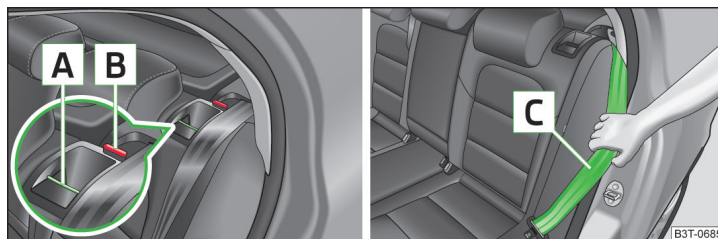

Fig. 77 Respaldo de los asientos desbloqueado / tirar el cinturón de seguridad hacia el revestimiento lateral
- Pulsar el tirador de desbloqueo **A** » fig. 77.
- Pulsar los tiradores de desbloqueo **A** en ambos lados del respaldo » fig. 77 simultáneamente.
- Mantenga el cinturón de seguridad lateral exterior **C** » fig. 77 en el revestimiento lateral.
- Mantenga los cinturones de seguridad laterales exteriores **C** » fig. 77 en el revestimiento lateral.